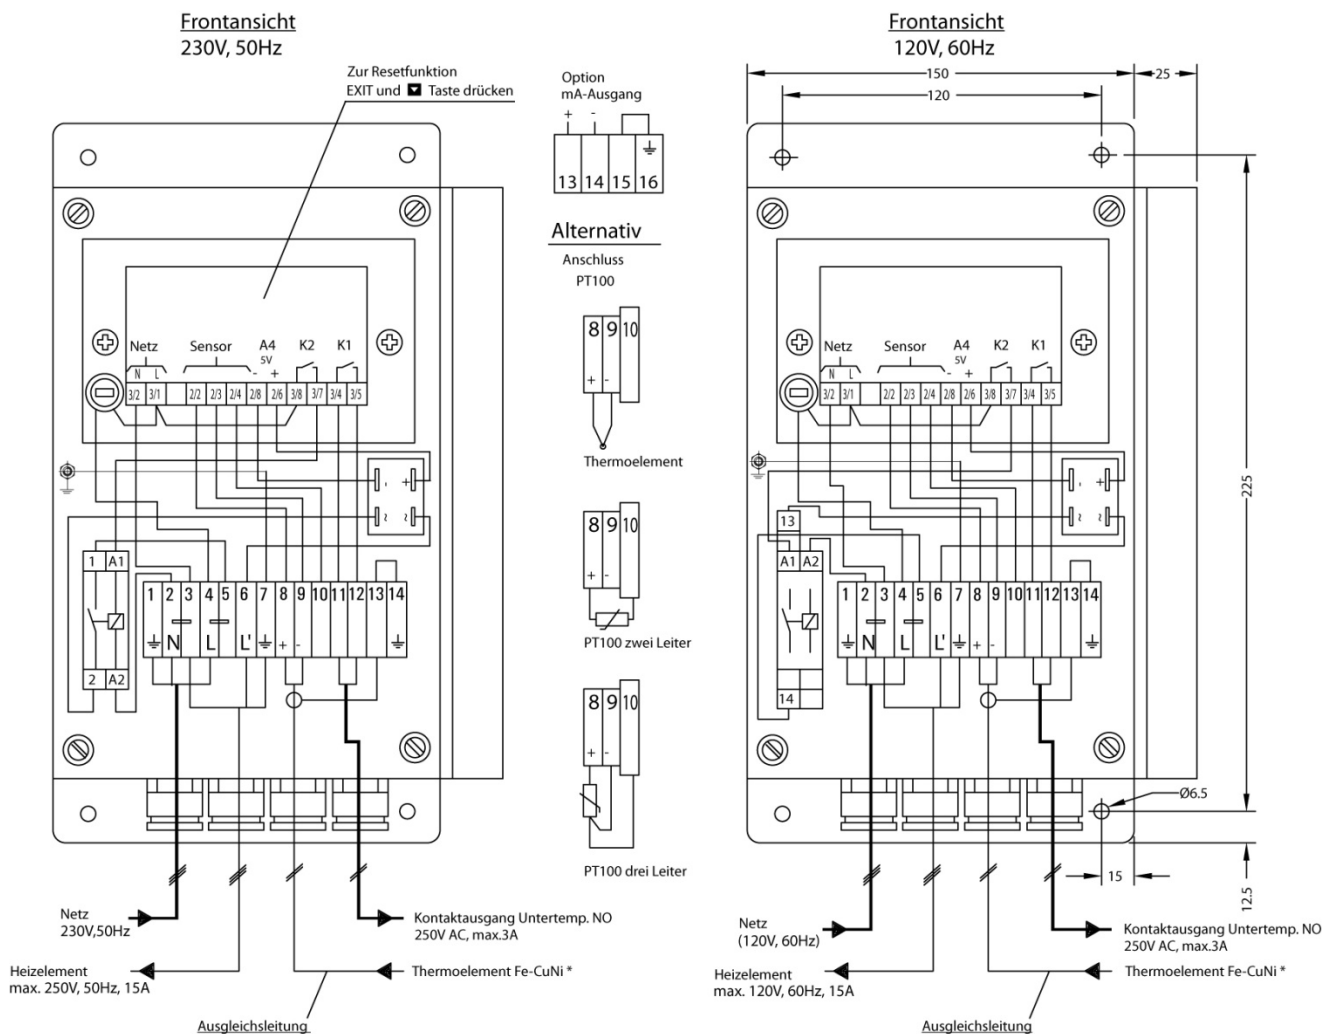

Abbildung 3 Elektrischer Anschlussplan
Der elektrische Anschluss erfolgt nach Demontage des Frontdeckels entsprechend unten abgebildeter Skizze auf der intern vorhandenen Klemmleiste. Für die Demontage des Deckels müssen die vier auf der Frontplatte sichtbaren Schrauben gelöst werden. An der Unterseite des Gehäuses befinden sich vier PG 13,5-Verschraubungen, durch welche die Anschlusskabel entsprechend der Abbildung 3 hindurchgeführt werden. Abbildung 3 zeigt den elektrischen Anschlussplan für den Regler **70304G**.
Der Anschluss des Temperaturfühlers ist abhängig von der Art des Sensors. Er erfolgt für Pt100 bzw. Thermoelement unterschiedlich (s. Abbildung 3). Für den Anschluss muss eine geschirmte Leitung verwendet werden. Für ein Thermoelement muss zusätzlich eine entsprechende Ausgleichsleitung nach DIN 43714 verwendet werden.
Für die Selbstoptimierung des Regelkreises muss die Heizung der entsprechenden M&C-Komponente wieder an den entsprechenden Klemmen des Reglers angeschlossen werden (siehe Abbildung 3).
- Nach dem Anschluss der Leitungen (Abbildung 3) Netz einschalten;